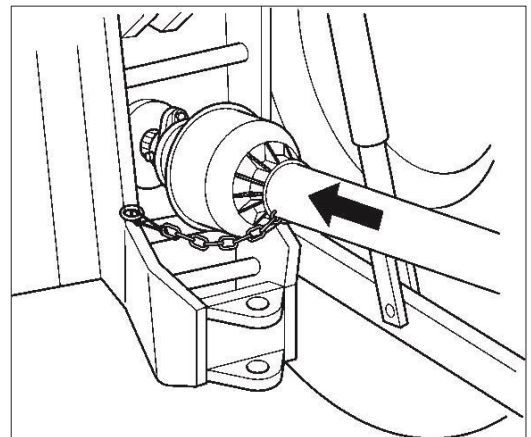

図 11
- 5) PTO シャフトを接続し、完全に PTO に固定されているか確認してください。(図 11)